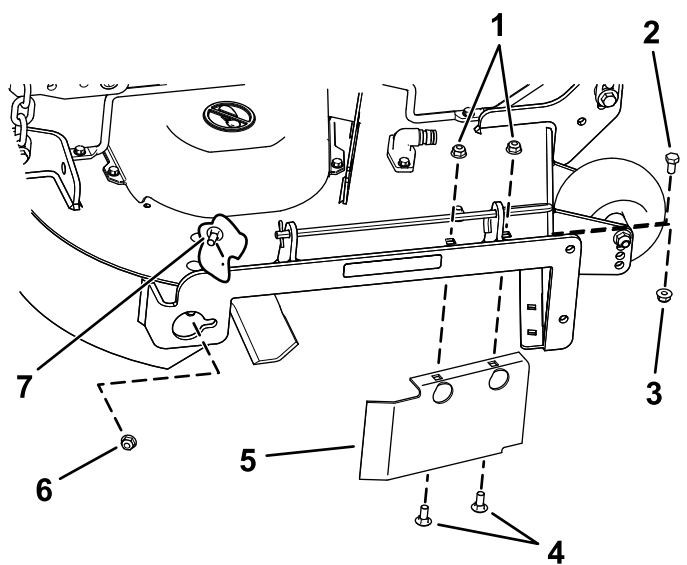

Figura 35
8. Remova o parafuso de carroçaria (5/16 pol. x 3/4 pol.) e porca de bloqueio (5/16 pol.) na parede lateral da plataforma do cortador que prende o abafador à plataforma (Figura 35).
9. Localize o resguardo do abafador na extremidade frontal da abertura de descarga lateral (Figura 35).
10. Remova as fixações que prendem o resguardo do abafador e abafador direito à plataforma do cortador (Figura 35).
13. Instale as fixações previamente removidas nos furos frontais na placa de descarga e furo frontal na plataforma (Figura 35).